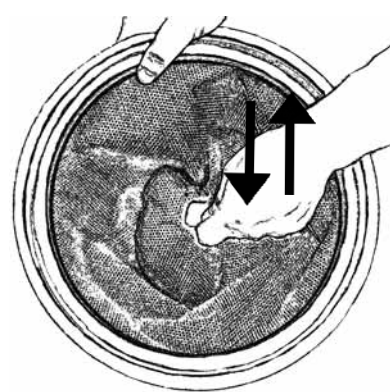

Fig. 22
1. Substitua o saco limpo/sacudido do contentor, Fig. 22. Certifique-se de que o suporte do filtro encaixa devidamente na extremidade interior do contentor do pó. Verifique se o filtro está encaixado correctamente para cima - a pega em tecido do filtro deve ser visível.
2. Substitua o filtro do saco limpo/sacudido do contentor. Certifique-se de que o suporte do filtro encaixa devidamente na extremidade interior do contentor do pó. Verifique se o filtro está encaixado correctamente para cima - a pega em tecido deve ser visível, Fig. 22.